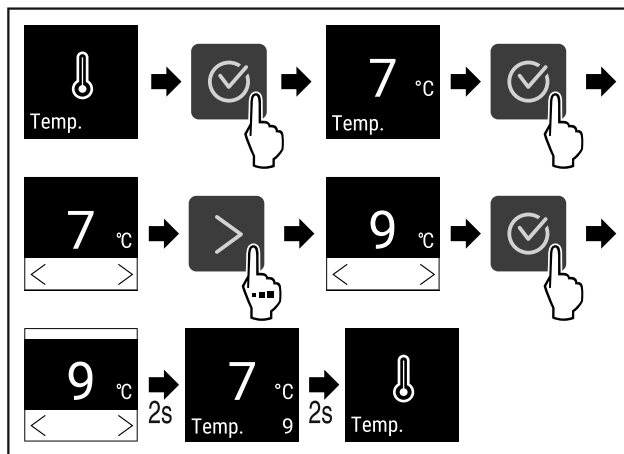

Fig. 67 Variazione di temperatura da 7°C a 9°C
- Eseguire i passi (vedere Fig. 67) .